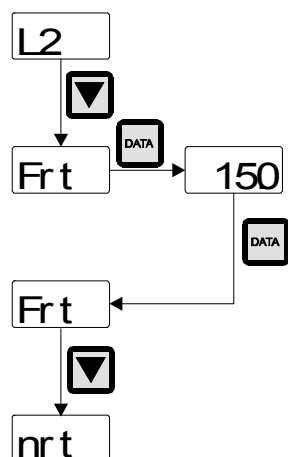

рис. 8
**Пример 3:** Предварительный просмотр текущей выходной частоты (рис. 8)